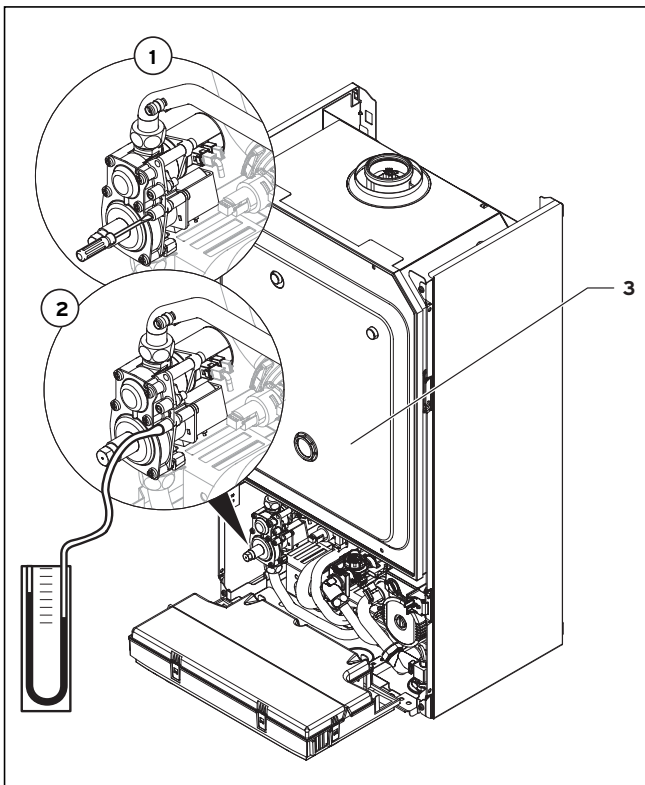

Fig. 6.3 Controllo della pressione di allacciamento
Per controllare la pressione di allacciamento procedere come segue (vedi fig. 6.3).
- Allentare le quattro viti del coperchio della camera (3 in fig. 6.3) e rimuoverle.